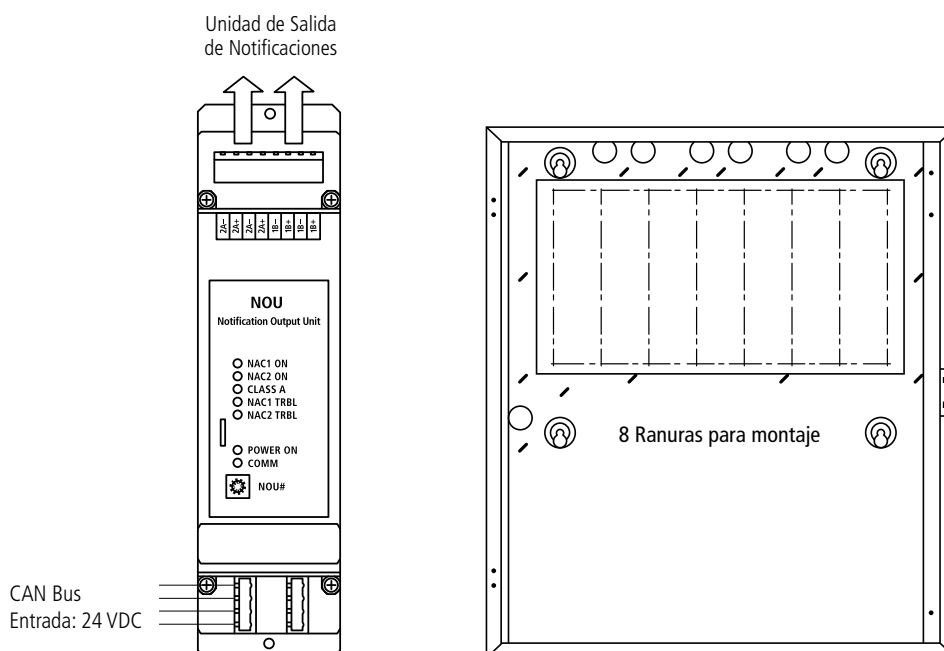

Figura 1
- 2) Monte la NOU FW337 en la caja posterior del FACP FW106 utilizando dos tornillos #4-40 suministrados, véase la Figura 1. Hay 8 ranuras idénticas para la instalación en la caja posterior. Son compartidas por el FW327 ALU, el FW347 ROU, el FW357 XNU, (ver figura 1)